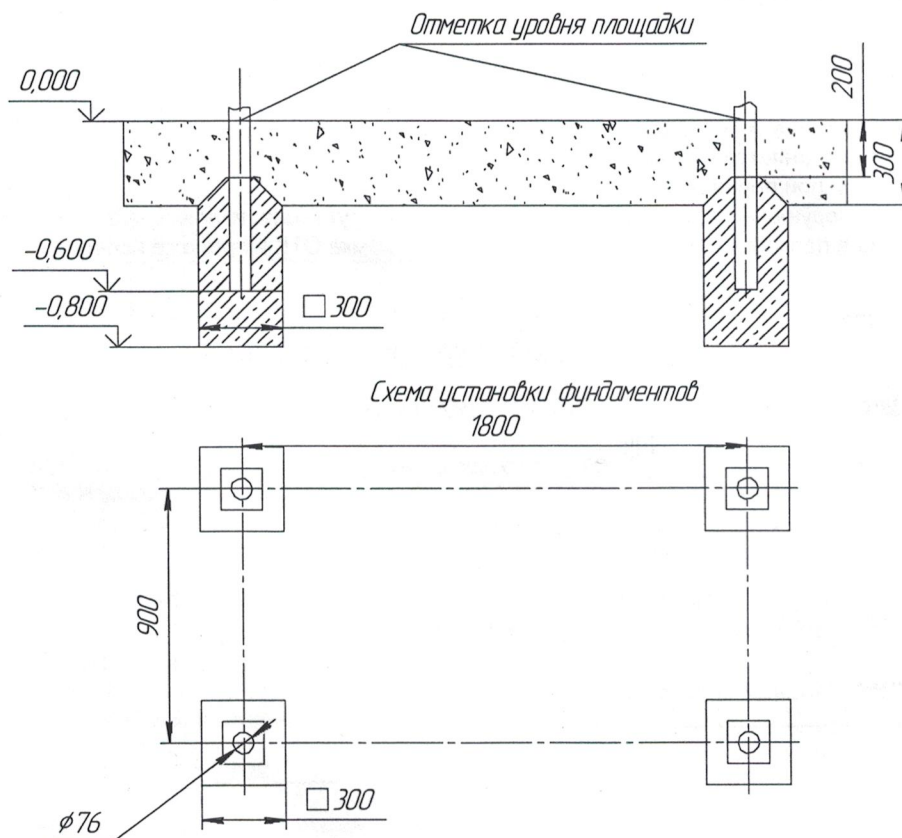

Рис. 3.
10.3.1 Провести планировку участка. Подготовить фундаментные ямы согласно рис.3, глубиной 800 мм.
10.3.2.2 Выставить оборудование по уровню и забетонировать (рис. 3).